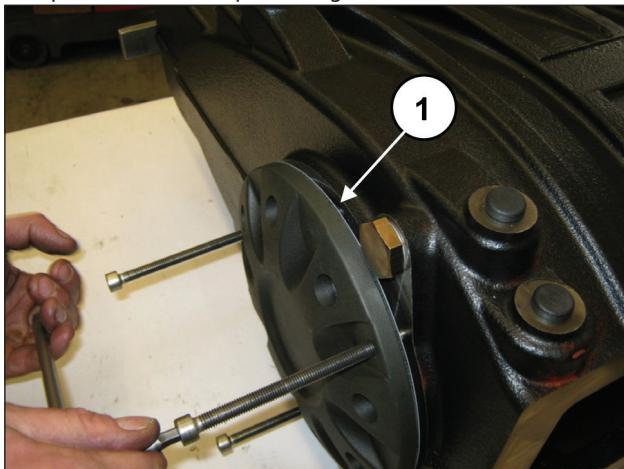

Fig. 29
Solte os três parafusos M8 gradualmente (pos. ①, Fig. 29) para evitar que a cobertura possa se inclinar demais e bloquear o assento.